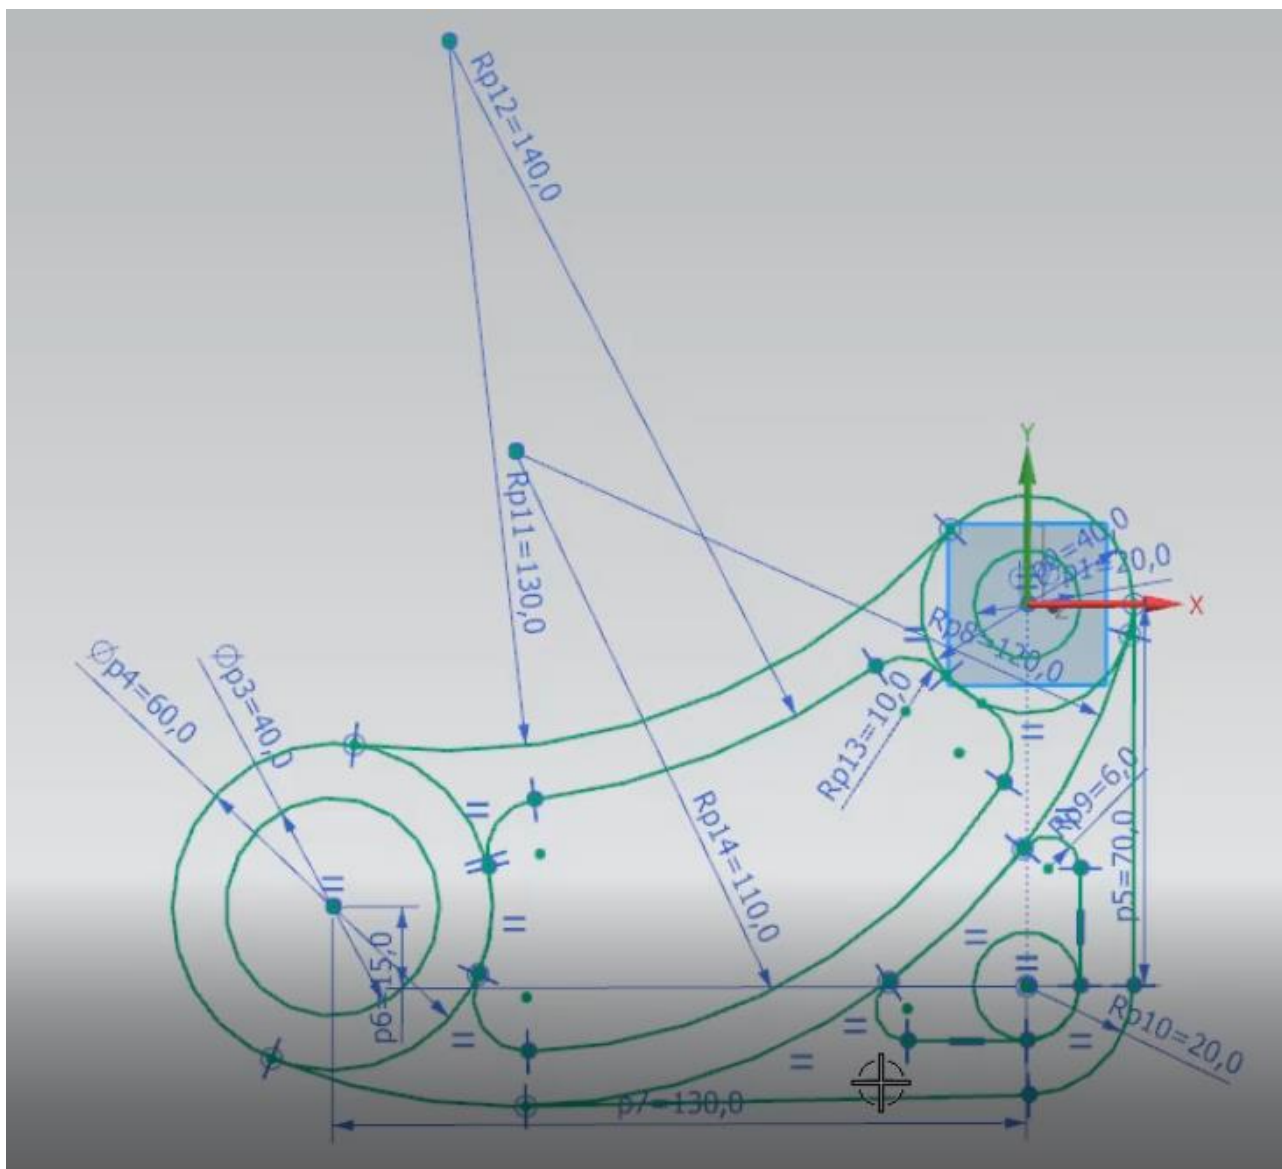

Рисунок 46 – Эскиз модели детали (Вариант 1), полностью определенный.
1. Отрисовать в «Эскизе» все элементы, образующие замкнутые контуры, необходимые для применения послующих операций «Вытягивание» (см. Рисунок 46).
2. Задать в «Эскизе» необходимые размеры согласно своему Варианту (см. Рисунок 46).
3. Добавить ограничения для определения «Эскиза» (см. Рисунок 46).